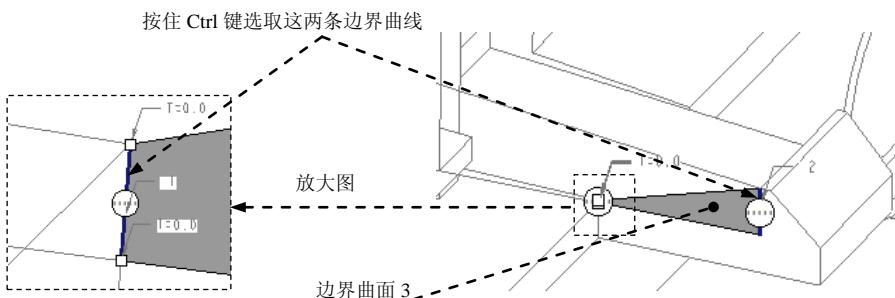

图 20.21 定义边界曲面 3
(1) 按住 **Ctrl** 键, 选取合并面组 3 和边界曲面 2。
(2) 单击 **分型面** 操控板中 **编辑** ▾ 区域的 **合并** 按钮, 此时系统弹出“合并”操控板。
(3) 在操控板中单击 **选项** 按钮，在“选项”界面中选中 相交 单选项。
(4) 在“合并”操控板中单击 按钮。
Step12. 创建图 20.21 所示的边界曲面 3。
(1) 单击 **模型** 功能选项卡中的 **切口和曲面 ▾** 按钮，在系统弹出的菜单中依次单击 **曲面 ▾** **边界混合**，系统弹出“边界混合”操控板。
(2) 定义边界曲线。按住 Ctrl 键，依次选取图 20.21 所示的两条边界曲线。
(3) 在操控板中单击 按钮，完成边界曲面 3 的创建。